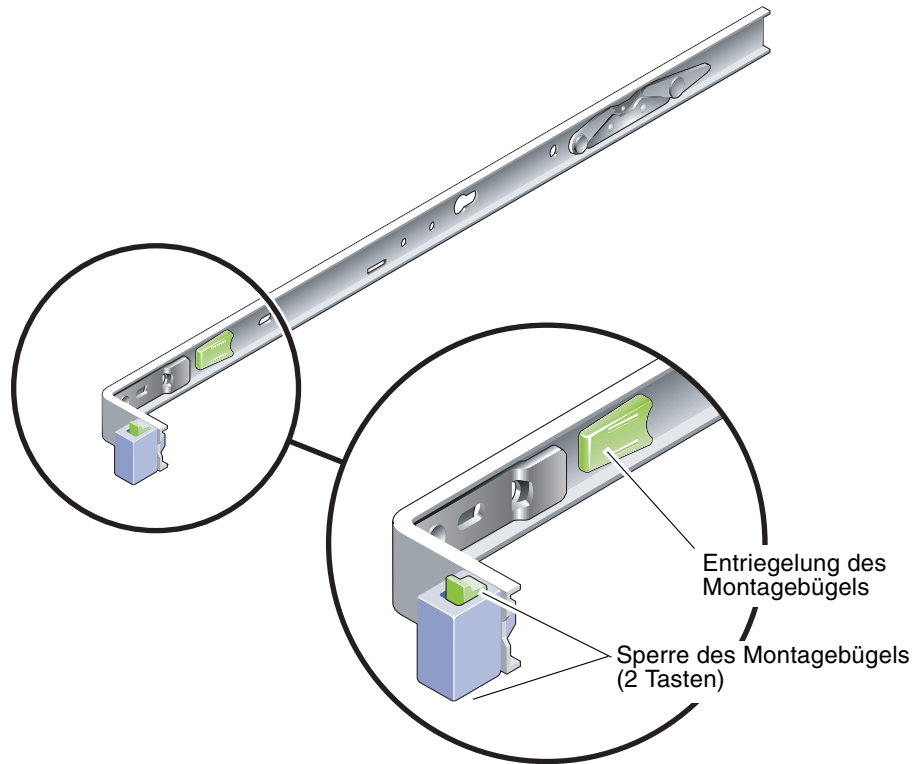

ABBILDUNG 1-3 Sperren am Montagebügel
- An jedem Server-Montagebügel befinden sich zwei Sperren (ABBILDUNG 1-3). Die Sperren ermöglichen es, den Montagebügel nach vorne zu ziehen. Durch die Bügelentriegelung kann der Montagebügel von der Schiene abgenommen werden. Die Entriegelung wird auch betätigt, wenn Sie den Montagebügel wieder auf die Schiene drücken.